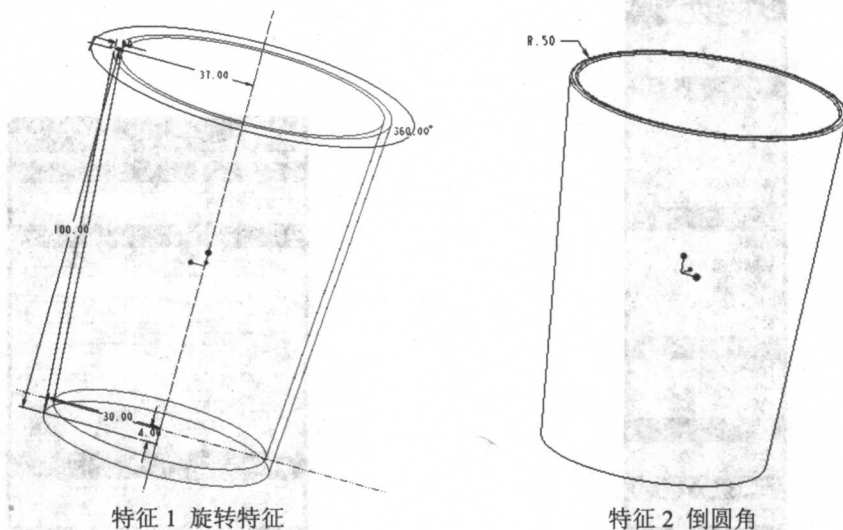

图 1.12 创建特征
(1) 选择【文件】|【新建】菜单命令，在打开的【新建】对话框中输入零件名称：cup，接受默认设置，单击【确定】按钮。
(2) 创建如图 1.12 所示的零件(2 个特征)。